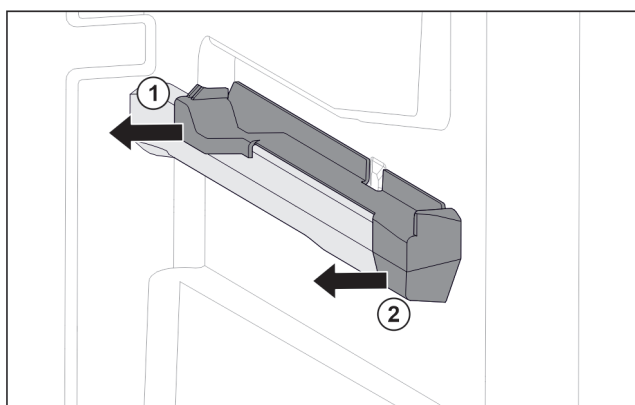

Fig. 75 Natični nastavek na desnemu nastavku za posodo
- ▶ Natični nastavek zadaj izvlecite v stran. Fig. 75 (1)
- ▶ Natični nastavek spredaj izvlecite v stran. Fig. 75 (2)